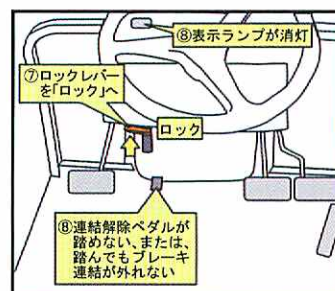

図 5 ほ場作業終了後の操作
4) 作業終了後、ほ場から出る前にロックレバーを「ロック」にします（図 5）。表示ランプが消灯します。移動時や片ブレーキ操作が要らない作業中は、常に「ロック」に入れておいて下さい。